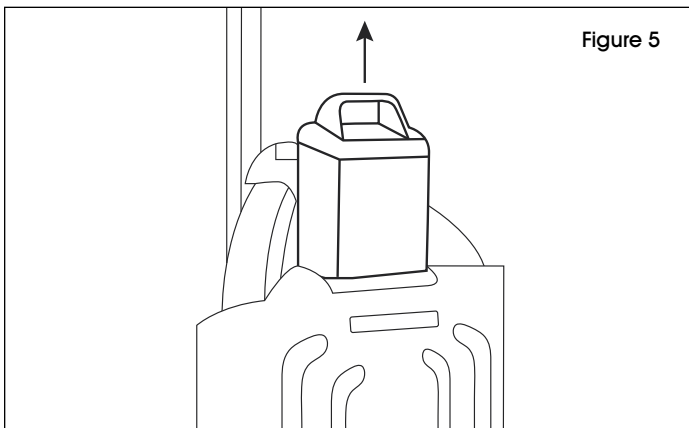

Figure 5
REMARQUE : Lorsqu'un voyant vert et un voyant rouge sont allumés, le chargement est en cours. Lorsque deux voyants rouges sont allumés, le chargement est terminé. La figure 5 montre la vue de dessus des broches de contact de la base du chargeur. Assurez-vous de brancher la batterie en conséquence. Si la batterie n'est pas complètement chargée après plus de cinq heures, contactez le service clientèle de Uline à 1 800 295-5510.
1. Retirez la batterie du véhicule. (Voir Figure 5)